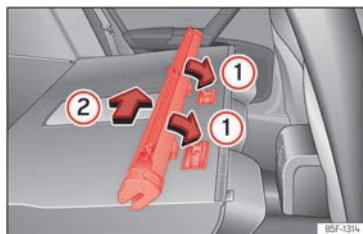

Abb. 201 Einbau des Trennnetzes an den Rücksitzlehnen.
- Setzen Sie das Gehäuse des Netzes in die Aussparungen der Halteschienen in Pfeilrichtung an »» (Abb. 201) ①.
- Drücken Sie das Gehäuse zur linken Fahrzeugseite in Pfeilrichtung »» (Abb. 201) ② und bis zum Anschlag.
- Ziehen Sie am Gehäuse des Netzes ca. 5 cm gegen die Pfeilrichtung »» (Abb. 201) ②.
- Nehmen Sie das Gehäuse des Trennnetzes aus den Halteschienen, indem Sie entgegen der Pfeilrichtung ziehen »» (Abb. 201) ①.